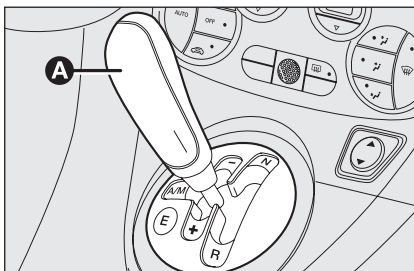

fig. 1
- Pousser le levier **A-fig. 1** des vitesses vers (+) pour enclencher la première (à partir de **N** ou **R** il suffit de mettre le levier en position centrale) ou bien sur **R** pour enclencher la M.AR
- Pousser le levier **A-fig. 1** de la B.V. sur **A/M** pour passer en mode automatique ou sur **R** pour enclencher la M.AR
La sélection de la vitesse et du mode de fonctionnement (**MANUAL** ou **AUTO**) s'effectue au moyen du levier **A**-fig. 1 de commande sur la console centrale.